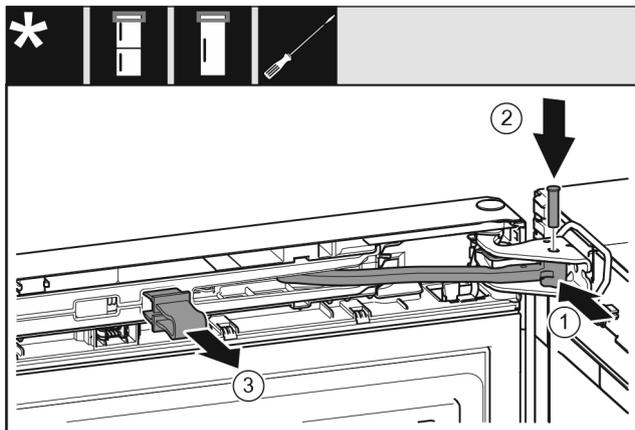

Fig. 50
- ▶ Drei leddet inn i lagerbukken. Fig. 50 (1)
- ▶ Sett inn bolten i lagerbukken og leddet. Pass samtidig på at låsebolten sitter korrekt i mutteren. Fig. 50 (2)
- ▶ Ta ut sikringen. Fig. 50 (3)